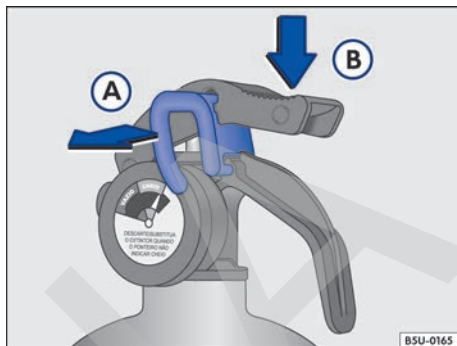

Fig. 149 Secuencia de uso del extintor de incendio.
- Tire de la traba → fig. 149 **A** para romper el lacre.
- Apriete el gatillo → fig. 149 **B** y esparsa el polvo.